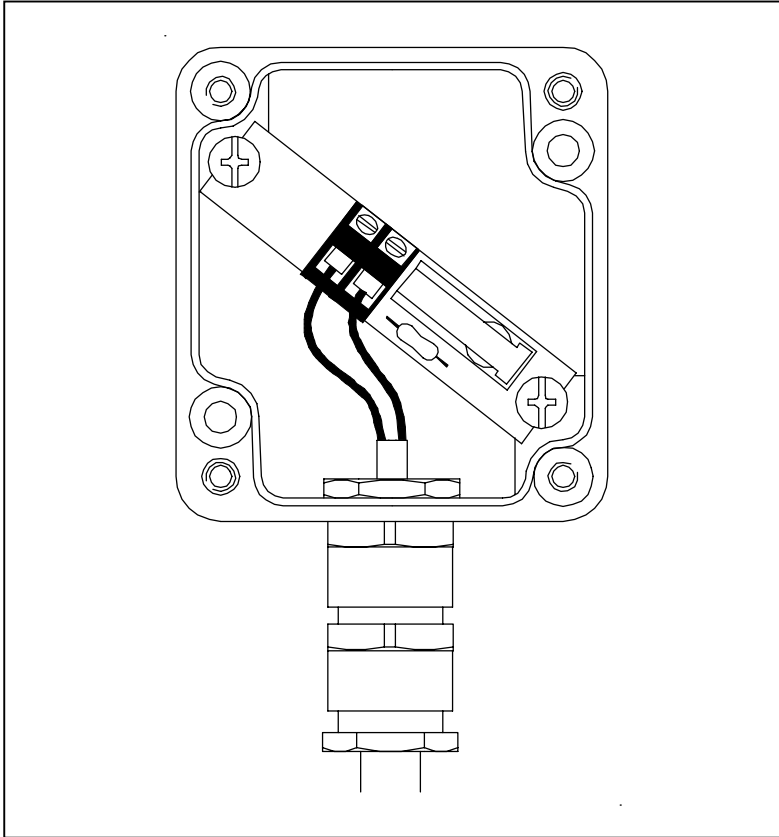

Figura 8
Una vez que la caja se haya montado en el muro, acople el sensor en el prensaestopas conforme se describe en la Sección 6.3 y conecte los cables del sensor conforme se indica en la Figura 8. Si fuere necesario, el bloque conector podrá retirarse para facilitar la conexión de los cables. Asegúrese de que los cables se encuentren libres para deslizar dentro de la insulación HDPE antes de la fijación.
La caja del analizador incorpora cuatros orificios para aceptar tornillos de fijación, y las separaciones centrales de los orificios se muestran en la Figura 8. Se recomienda que el analizador se fije a una superficie plana y sólida utilizando cuatro tornillos de madera No 10 x 50mm y tacos de plástico para muros. Es importante que se utilice un taladro de 8mm de diámetro de forma que los tornillos de fijación se agarren firmemente dentro de los tacos para muros. El analizador deberá localizarse en un sitio apropiado a fin de facilitar la regulación de los controles del sistema y la conexión del sensor y de los cables de señalización/alimentación. Los analizadores van equipados de dos prensaestopas de acero de tres partes, blindados de RF para aceptar el cable del sensor y de servicio.
4. Compruebe que los DELs tanto de Alarma como de Manipulación se encuentran en la condición ON (Conectado). Para mayores informaciones de la posición de estos DELs, hágase referencia a la Figura 8.